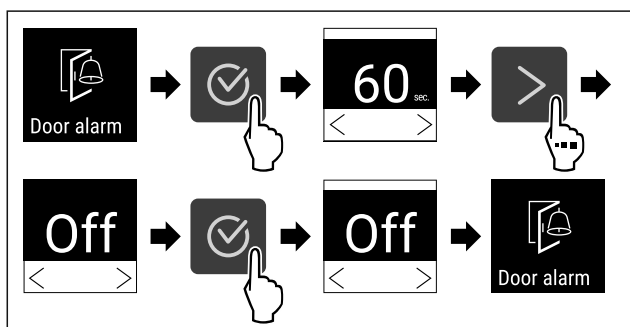

Fig. 106
- ▶ Wykonać czynności (patrz Fig. 106).